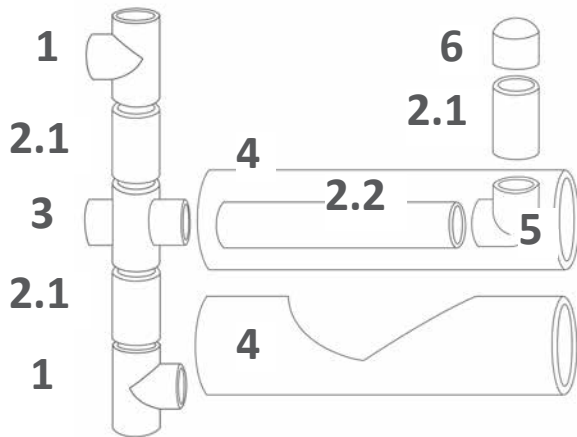

Figura 7. Componentes de las aspas.
4. Tramo de PVC 4 pulgadas de 30 centímetros con un corte longitudinal, como en la **Figura 7**. Puede cortarse con segueta o caladora